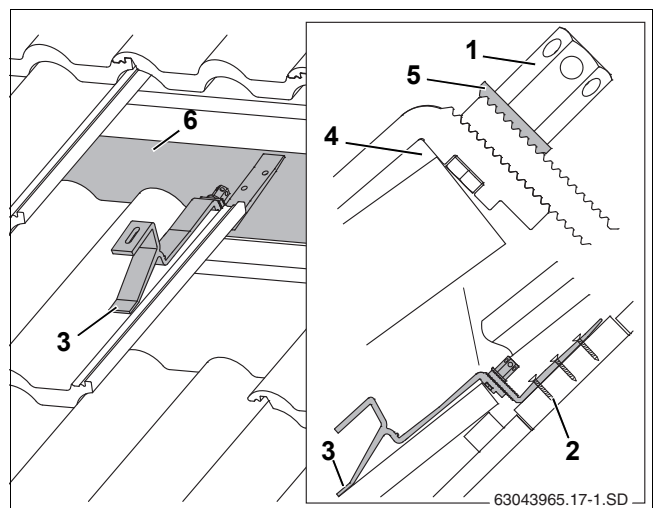

Рис. 15 Установленный кровельный крюк (для наглядности изображены не все элементы черепицы)
- ▶ Установите переднюю подпорку на черепицу таким образом, чтобы она при нагрузке легла во впадину черепицы (рис. 15, [3]).
При этом должен быть зазор между кровельным крюком и верхним краем черепицы (рис. 15, [4]). При необходимости подгоните черепицу сверху.
- ▶ Нижнюю часть кровельного крюка сдвиньте вниз настолько, чтобы он прилегал к стропилам или к доске/брусу (рис. 15, [6]).
Зубчатая подкладная шайба (рис. 15, [5]) должна войти в зацепление с нижней частью кровельного крюка.
- ▶ Затяните высокие гайки (рис. 15, [1]). Для этого вставьте ключ SW 5 в отверстие гайки и поверните его.
- ▶ Прикрепите нижнюю часть кровельного крюка шурупами к стропилам минимум в первом (рис. 15, [2]) и втором отверстиях.